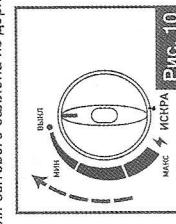

Рис. 10
- Чтобы выключить плиту, поверните регулятор силы горения до положения «ВыКЛ» и поднимите рычаг фиксации баллона вверх (Рис. 10 и 11).
- Повернуть регулятор силы горения до положения «ВыКЛ» и поднять рычаг фиксации баллона вверх (Рис. 10 и 11).